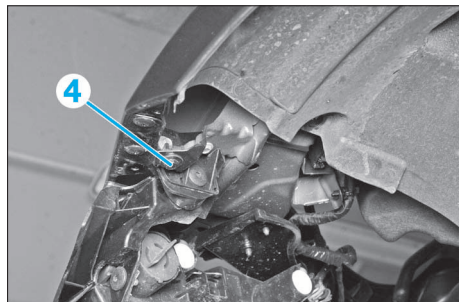

FIG. 34
- Déposer la vis (4) du projecteur à partir du côté passage de roue (Fig.34).